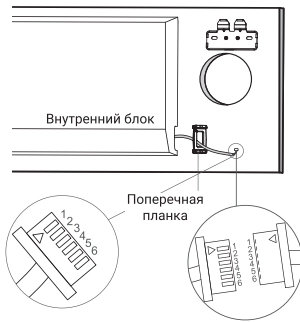

Рис. 11.
4. Отломите вырезные отверстия на правой стороне кондиционера и на левой стороне приточно-вытяжной установки при монтаже справа (положение А рис.8) и с противоположных сторон при монтаже слева (положение В рис.8). Внутри кондиционера в части образовавшегося отверстия найдите кабель с шестипиновым разъемом. Необходимо снять заглушку с разъема, предварительно сдвинув фиксатор, расположенный посередине заглушки, усилием от центра к краю заглушки. Используйте плоскую отвертку для снятия фиксатора. Далее нажатием на освободившийся выступ снимите заглушку. Зафиксируйте провод питания из комплекта поставки модуля с освободившимся разъемом кондиционера. Пропустите кабель управления через получившееся отверстие на правой стороне кондиционера и далее через поперечную планку (см. рис. 11). Закрепите поперечную планку в отверстиях на кондиционере.